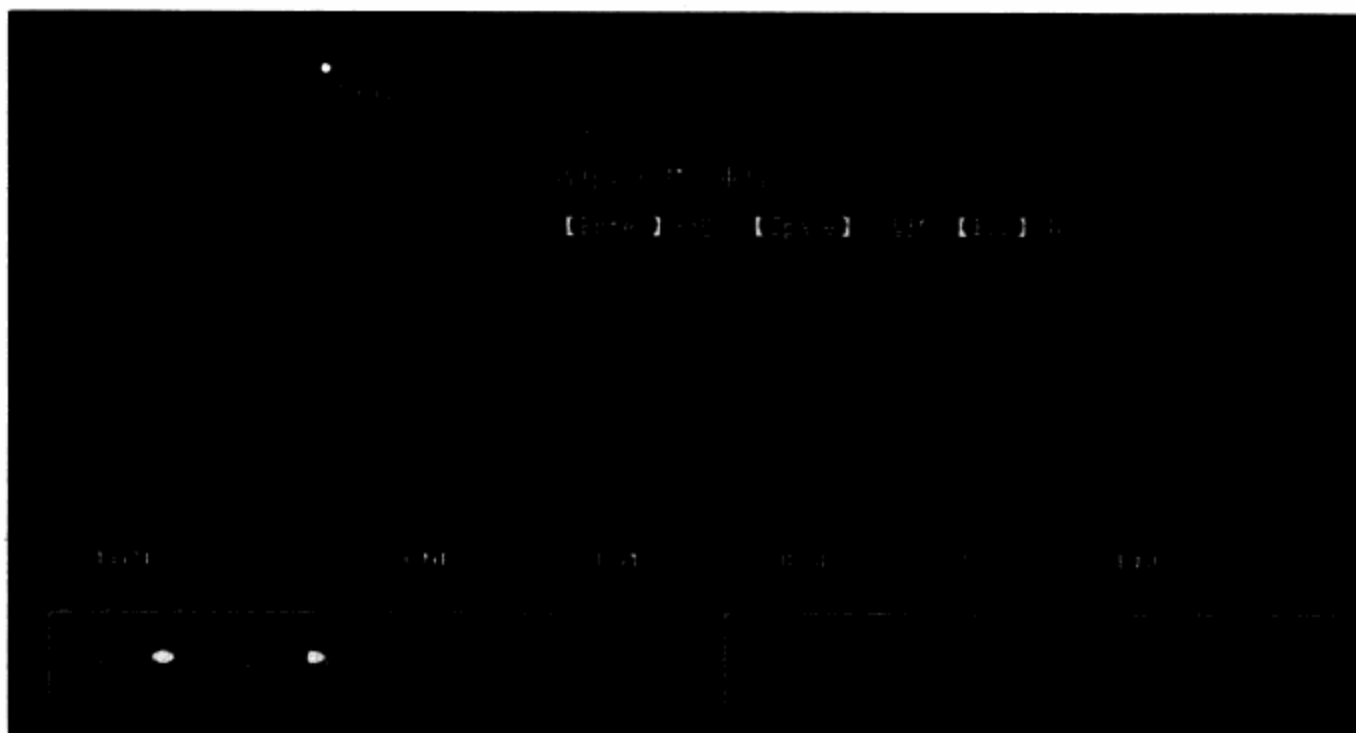

图11-3 载入LDR文件进行初始化
- “载入LDR文件”命令：需要恢复数据时使用。如图11-3所示。